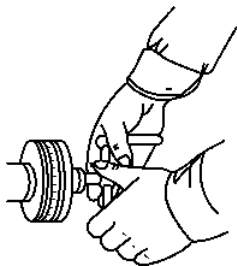

图 1-12 横向手动进给操作姿势
③ 转动手柄,使中滑板和小滑板慢速均匀移动。双手交替摇动中滑板手柄,操作姿势如图 1-12 所示。